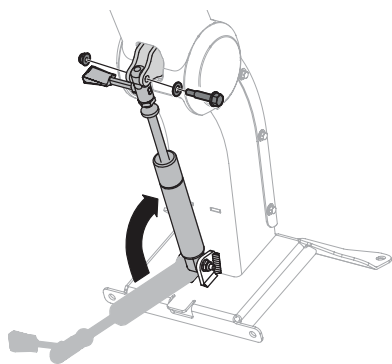

Fig. 8
4. Tenez-la en position relevée et, de l'autre main, relevez le cylindre en prenant soin d'aligner les trous sur le haut du cylindre avec ceux sur les plaques de montage sous la colonne de direction (Fig. 8 on page 79).
5. Placez, de droite à gauche, la rondelle plate et le boulon à épaulement dans les trous alignés à l'étape 4. Fixez-les avec l'écrou autobloquant à bride. Serrez le boulon à un couple de 14 à 16 N m (de 120 à 144 po-lb) (Fig. 8 on page 79).